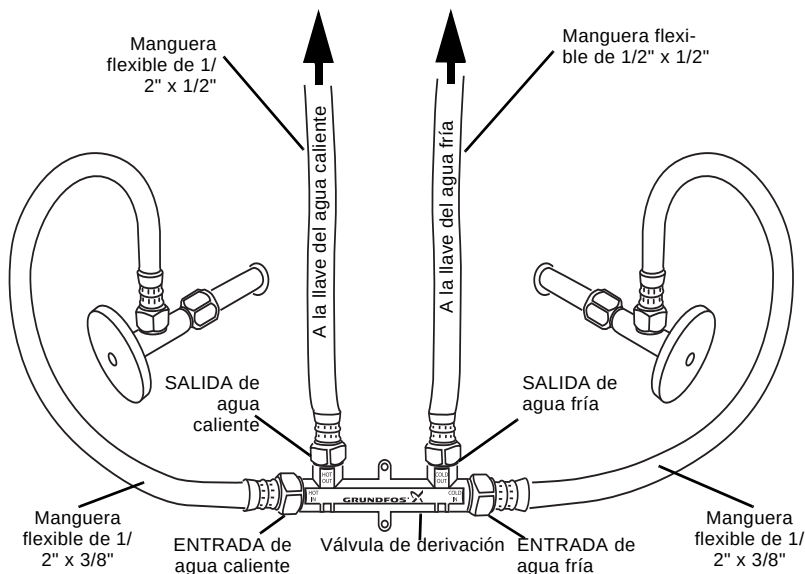

Fig. 5 Conexión de la válvula de derivación, las mangueras flexibles y los conectores
1. Conecte las mangueras flexibles de 1/2" X 1/2" a los puertos de la válvula de derivación con las marcas "HOT OUT" (Salida de agua caliente) y "COLD OUT" (Salida de agua fría). Consulte la fig. 5.
2. Conecte las mangueras flexibles de 1/2" X 3/8" a los puertos de la válvula de derivación con las marcas "HOT IN" (Entrada de agua caliente) y "COLD IN" (Entrada de agua fría). Consulte la fig. 5.
3. Conecte el conector para manguera de 1/2" del puerto "HOT OUT" (Salida de agua caliente) de la válvula de derivación al lado izquierdo de la llave. Consulte la fig. 5.
4. Conecte el conector para manguera de 1/2" del puerto "COLD OUT" (Salida de agua fría) de la válvula de derivación al lado derecho de la llave. Consulte la fig. 5.
5. Conecte el conector para manguera de 3/8" del puerto "HOT IN" (Entrada de agua caliente) de la válvula de derivación a la válvula de corte en ángulo del lado izquierdo. Consulte la fig. 5.
6. Conecte el conector para manguera de 3/8" del puerto "COLD IN" (Entrada de agua fría) de la válvula de derivación a la válvula de corte en ángulo del lado derecho. Consulte la fig. 5.